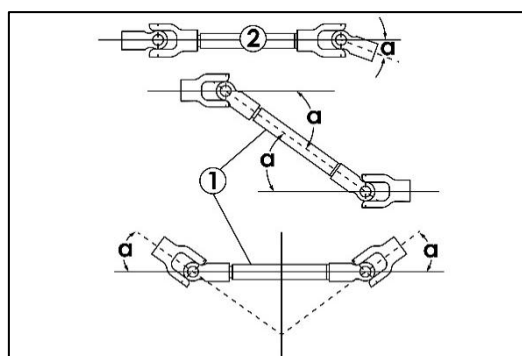

Abb. 33 – BETRIEBSWINKEL FÜR ZAPFWELLE
2. Der maximale Betriebswinkel der Zapfwelle beträgt 24° (Abb. 33).